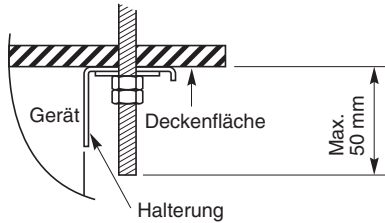

Abb. 3-13
- (5) Die Hängeanker hineindrehen, wobei diese aus der Decke herausragen müssen (Abb. 3-11 und 3-12). Die Längen der herausragenden Anker müssen gleich sein und dürfen 50 mm nicht überschreiten. (Abb. 3-13)